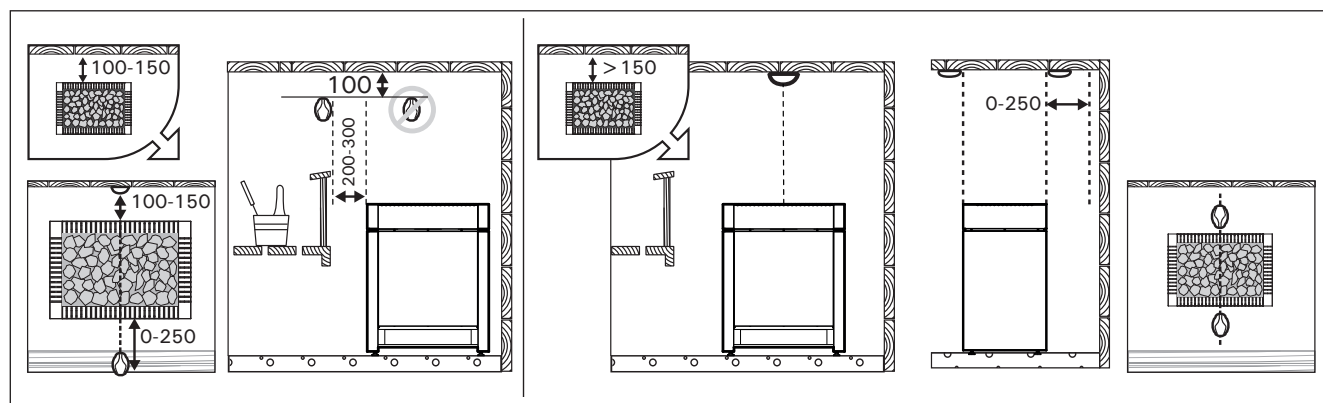

Рисунок 7. Установка датчиков (все размеры приведены в миллиметрах)
- Установите температурный датчик на стену сауны, как показано на рис. 7. При установке каменки от стены далее, чем 150 мм, датчик должен быть установлен на потолке.